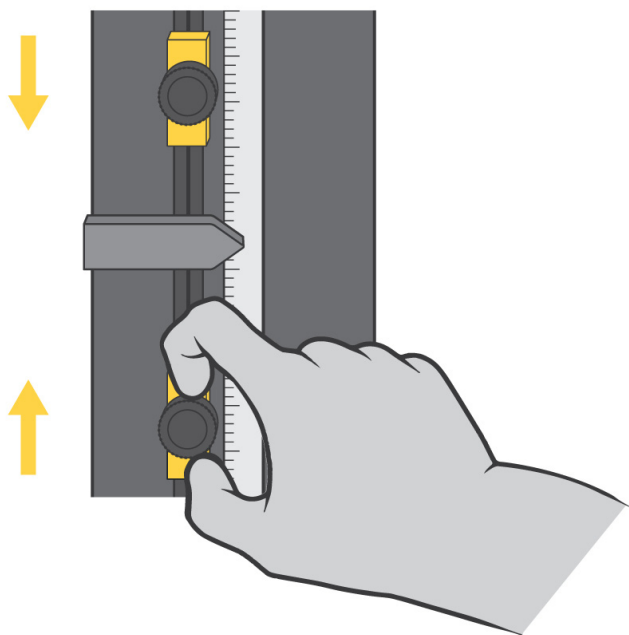

Figura 11. Impostazione degli arresti di fine corsa
Gli arresti di fine corsa della traversa sono due blocchi regolabili montati su un'asta degli interruttori di fine corsa che si trova all'interno della colonna della macchina, come mostrato nella Figura 11 a pagina 94. Gli arresti di fine corsa (1 e 2) hanno viti a testa zigrinata che è possibile serrare e rilasciare a mano e che possono essere spostate in qualsiasi posizione sull'asta del fine corsa. Posizionare questi arresti appena oltre i parametri della prova per impedire che la traversa si sposti eccessivamente. Quando la traversa raggiunge la corsa massima preimpostata, l'attuatore del fine corsa (3) viene a